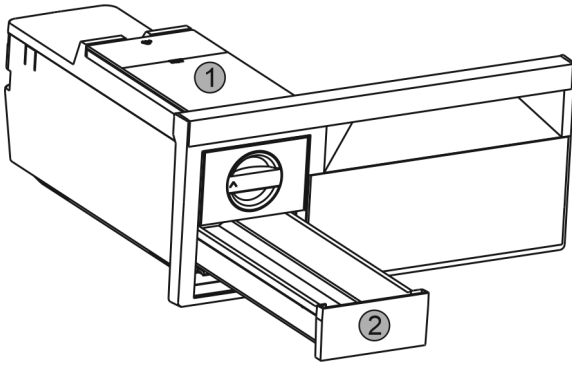

Fig. 19
- ▶ Watertank Fig. 19 (1) en ijsblokjeslade Fig. 19 (2) verwijderen.